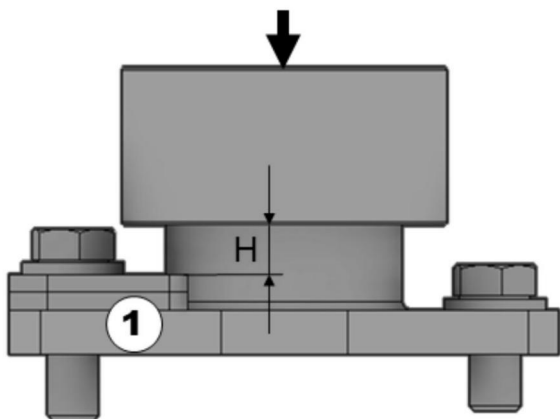

Abb. 35: Schwingungsisolator mit Distanzplatten
Ventilator auf den Schwingungsisolatoren mit allen Anbauteilen montieren. Auf einer Seite bei jedem Isolator die entsprechende Anzahl von Platten ① unterlegen. Diese dienen als Anschlag im Versagensfall des Isolators. Dazu das H-Maß beachten (siehe Tabelle und Abb. 35)